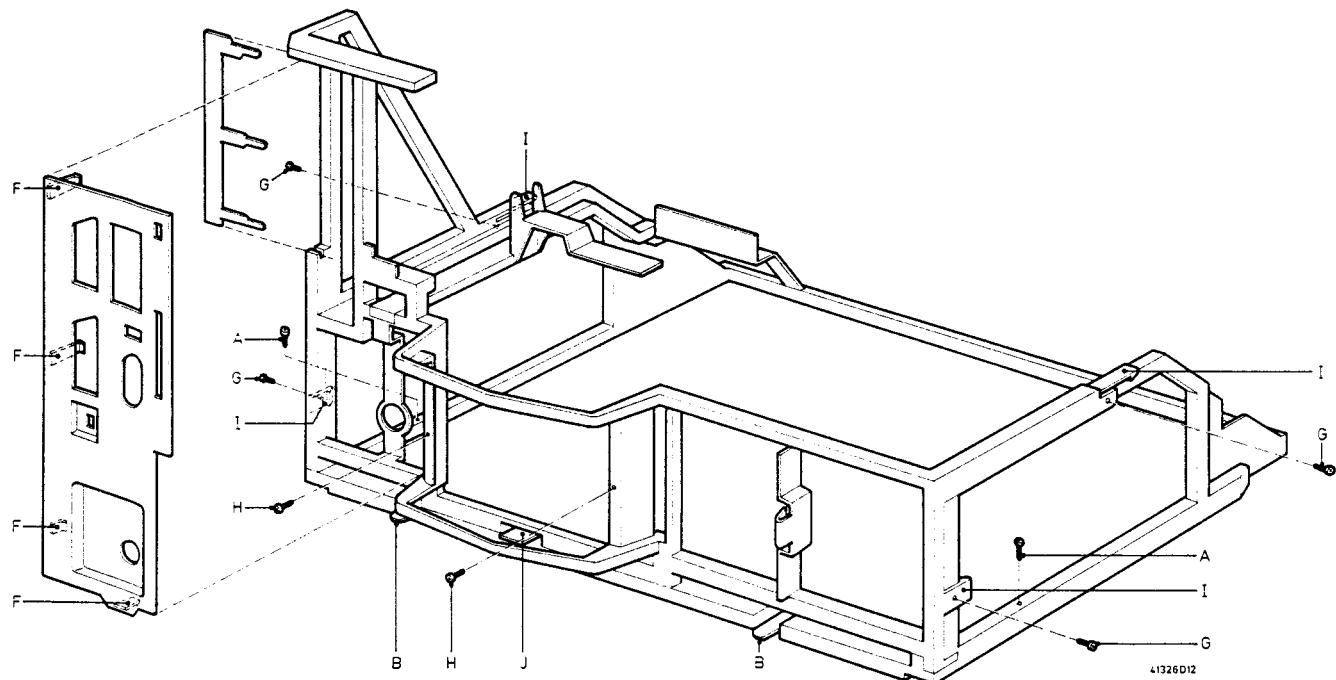

Bild 5
3. Beseitigung der Chassisprintplatten-Befestigungsbügel (siehe Bild 5).